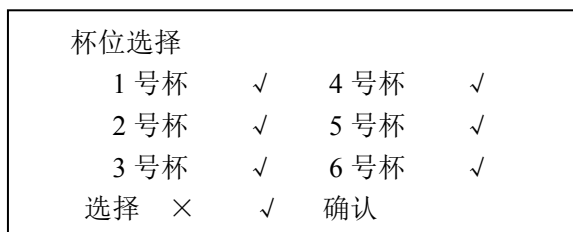

图 5
6、显示图 3 界面时按“选择”键将光标移动到杯位选择，按确认键进入进入选择杯位子菜单界面如图 5